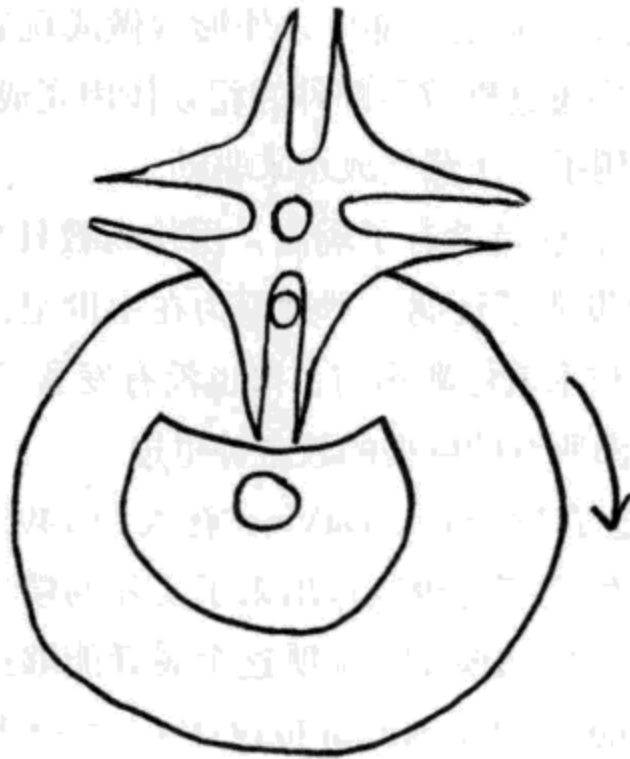

图8.12 日内瓦机构
(3) 日内瓦机构：用于将旋转运动转换为间歇运动。在图 8.12 的例子中，星形件每转 1 圈带动下部的圆轮转动 4 圈。其尺寸很难把握到恰到好处，不过你可以从 WMBery 购买现成套件，或者从 Thingiverse 下载制作文件（2D 激光切割版：[www.thingiverse.com/thing:1616](http://www.thingiverse.com/thing:1616)；3D 打印版：[www.thingiverse.com/thing:1642](http://www.thingiverse.com/thing:1642)）。